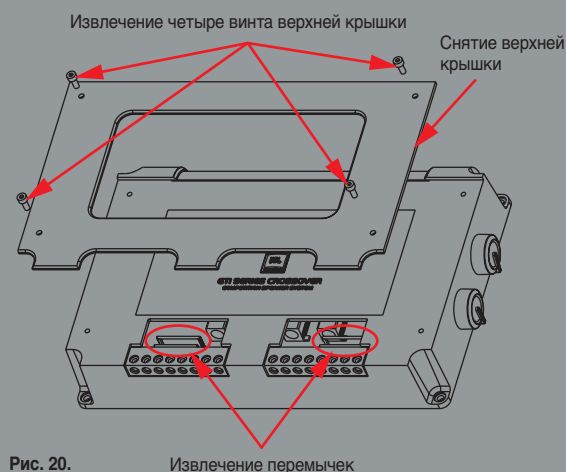

Рис. 20.
- Если используются двухканальные динамики, удалите переключки, как показано на рис. 20.